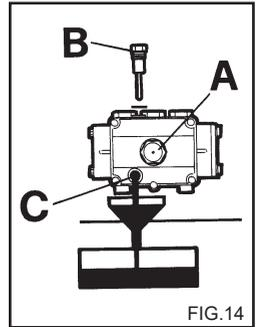

FIG. 14
- 2) Skruva ur locket med oljestickan (fig. 14).